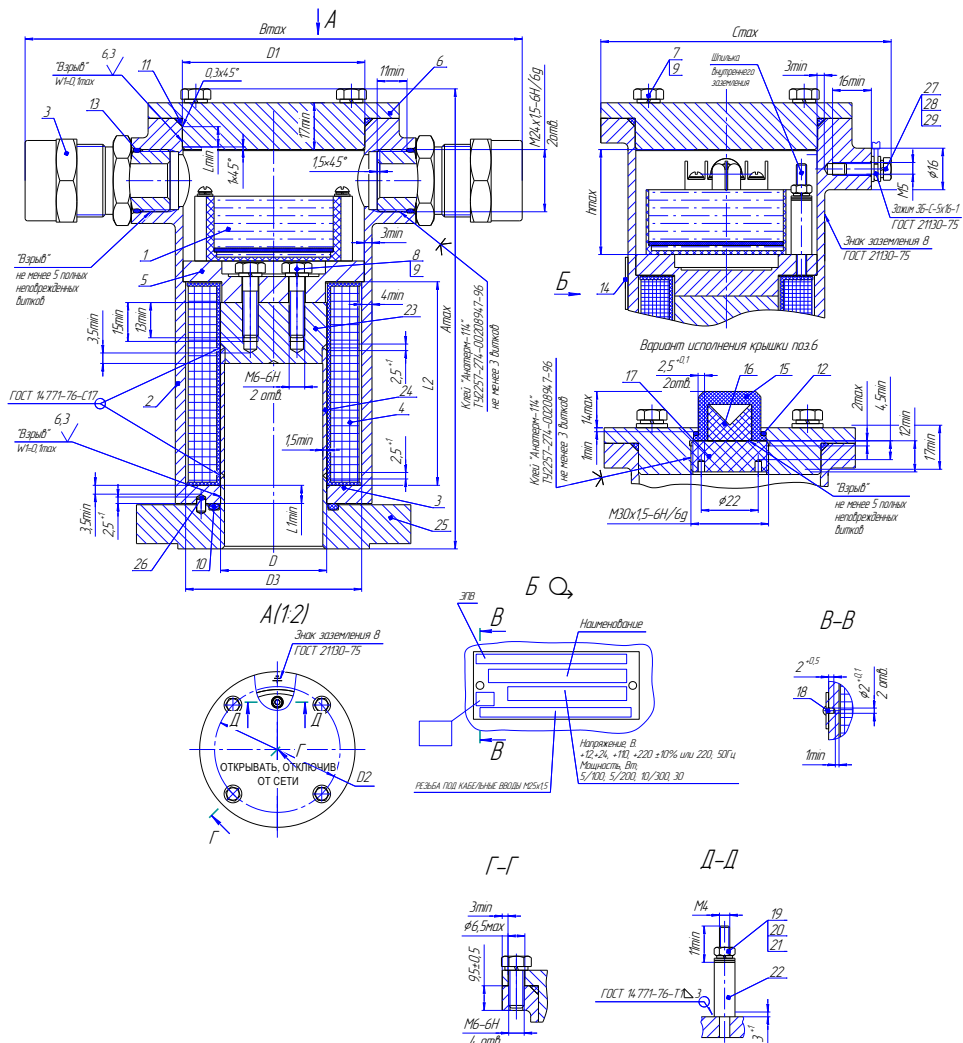

Рисунок 3. Привод. Чертеж средств взрывозащиты
Обозначения на рис. 1а,б: 1-корпус(Сталь 12Х18Н10Т ГОСТ 5632-72,14Х17Н2 ГОСТ 5632-72), 2- шток (Сталь 12Х18Н10Т ГОСТ 5632-72), 3- электромагнитный привод (см.рис.3)), 4- сердечник (Сталь 14Х17Н2 ГОСТ 5632-72), 5- пружина (Проволока ВО-2 ТУ3-1002-77), 6- трубка разделительная(Сталь 12Х18Н10Т ГОСТ 5632-72,14Х17Н2 ГОСТ 5632-72), 7- - оправа (Сталь 14Х17Н2 ГОСТ 5632-72), 8- тяга (Сталь 14Х17Н2 ГОСТ 5632-72), 9,19- гайка А2 DIN934, 10,13,16-кольца уплотнительные (резиновая смесь. Марка в зависимости от исполнения)затвор (Сталь 14Х17Н2 ГОСТ 5632-72), 12- ручка (Сталь 12Х18Н10Т ГОСТ 5632-72), 14-кольцо (фторопласт Ф4К20 ТУ 6-05-1413-76), 15- затвор (Сталь 14Х17Н2 ГОСТ 5632-72) , 17-шайба стопорная.
Электромагнитный привод (ЭПВ) представляет собой электромагнит постоянного тока со схемой управления режимом работы и состоит (см. рис.3) из корпуса 2 с двумя кабельными вводами и крышкой 6, катушки 4, прижимного фланца 5 и электронного блока управления 1 (модуль СФУ).
- заключения его электрических цепей во взрывонепроницаемые металлические оболочки по ГОСТ ИЕС 60079-1. Взрывоустойчивость оболочек проверяется при изготовлении испытаниями избыточным давлением 1,5 МПа. Сопряжения деталей, обеспечивающих взрывозащиту показаны на чертежах средств взрывозащиты (рисунок 3, 4). На поверхностях, обозначенных "Взрыв" не допускаются раковины, забоины, вмятины, ржавчина, чернота, наличие краски и другие дефекты.
7.2.2 Присоединить питающий кабель к приводе в последовательности (см. рис. 3, 4, 5):